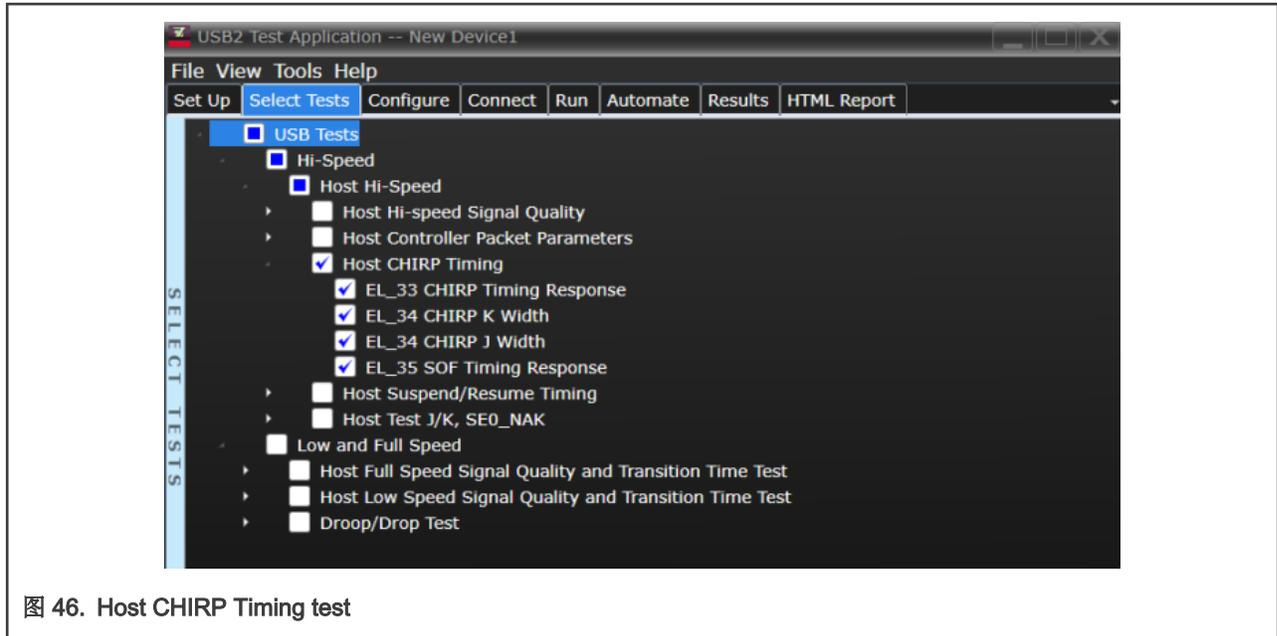

图 46. Host CHIRP Timing test
1. 在示波器的自动化测试软件上勾选如图 46 所示的测试项。